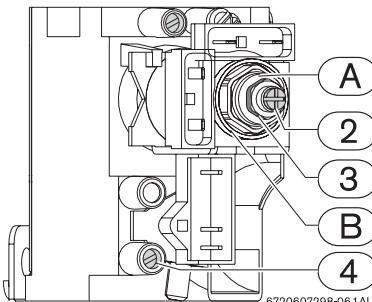

Fig. 4
- ▶ En utilisant la vis de réglage (Fig. 4, rep. 2) régler la pression jusqu'à atteindre les valeurs indiquées dans le tab. 1.